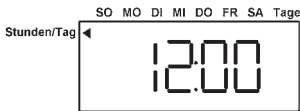

Abb.12
- Drücken Sie **↓↑** bis die aktuelle Uhrzeit im Display erscheint (Abb. 12).